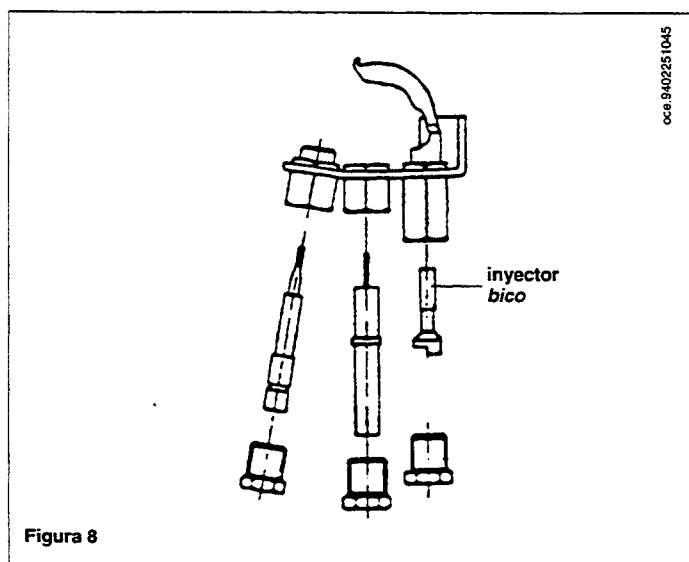

Figura 8
- substituir el inyector del quemador piloto (figura 8).
- substituir o bico do queimador piloto (figura 8).